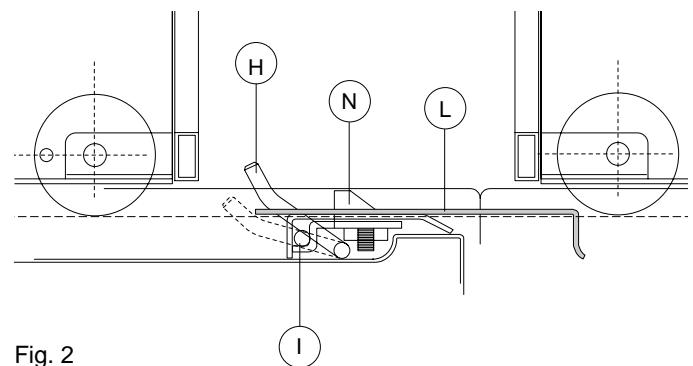
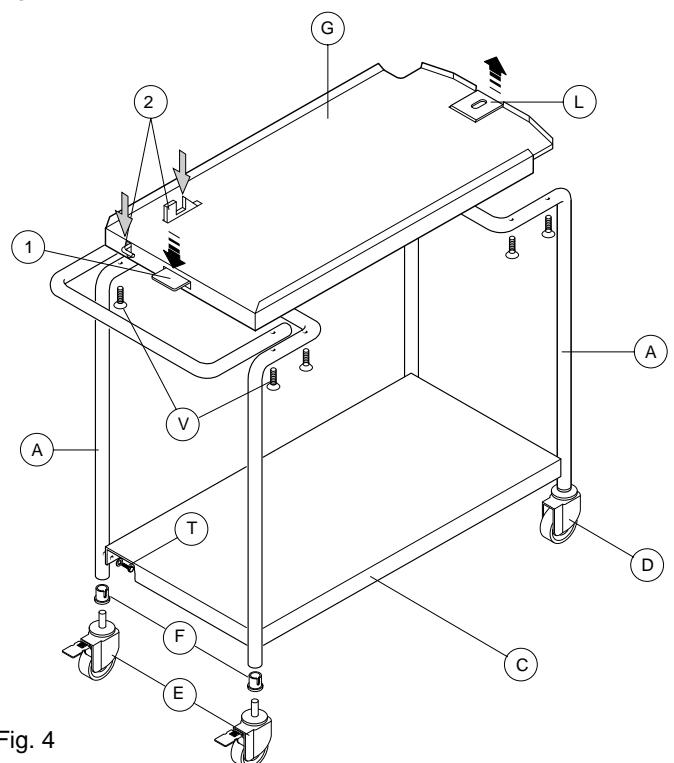

Fig. 2
Fig. 4
- la leva "L" vada ad agganciarsi facilmente con il nasello "N" (fig.2), eventualmente regolare la vite di scorrimento leva "L" posizionata sotto il ripiano "G" del carrello (fig.4).
- il fermo "H" venga sbloccato dalla leva del carrello "L" (fig.2) e permetta lo scorrimento della struttura carrellata.
1.3 Carrello per struttura scorrevole (fig.4)
- lever "L" must be easily coupled to catch "N" (fig. 2) and adjust the sliding screw of lever "L" positioned under shelf "G" of the trolley, if necessary (fig.4).
- clamp "H" is released by the trolley lever "L" (fig. 2) carrying out the sliding of the unit with runners.
1.3 Trolley for sliding unit (fig. 4)
- si le levier "L" s'accroche facilement au mentonnet "N" (fig. 2), régler éventuellement la vis de coulissemement levier "L" positionnée sous la tablette "G" du chariot (fig.4).